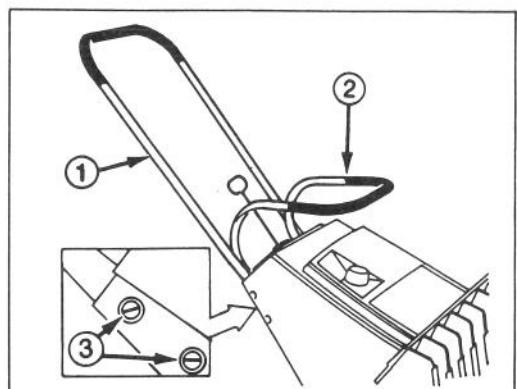
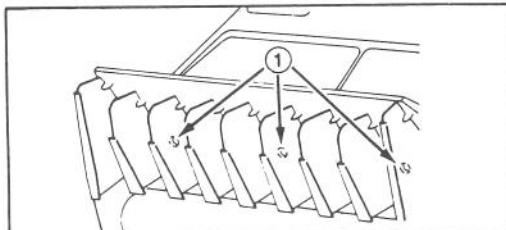

Fig. 2
Fig. 11
POSE DU MANCHERON SUPERIEUR (Fig. 2)
REPLACEMENT DE LA BOUGIE D'ALLUMAGE (Fig. 11, 12 et 13)
1. ENLEVEMENT DE LA GARDE — Enlevez les trois vis à l'avant du logement (Fig. 11) et les deux vis auto-taraudeuses qui attachent les deux côtés de la garde supérieure (Fig. 2). Enlevez le bouchon du réservoir d'essence et retirez la garde de la déneigeuse. Rebouchez le réservoir d'essence.